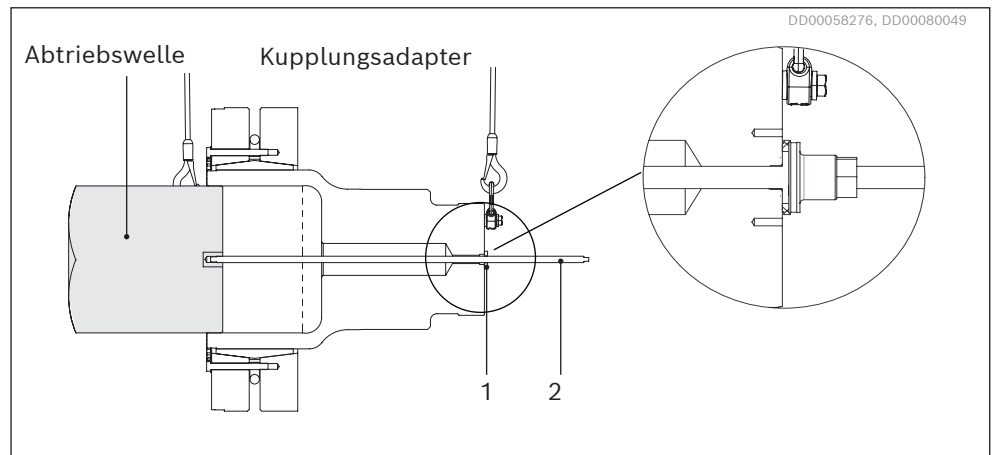

Bild 35: Montage des Kupplungsadapters auf der Abtriebswelle mithilfe des Montagewerkzeuges.
3. Führen Sie das Montagewerkzeug durch die Mitte des Motors, und schrauben Sie es mit dem Schlüsselgriff am Ende des Werkzeuges bis auf die angegebene Tiefe in die Abtriebswelle ein, siehe *Bild 35*.